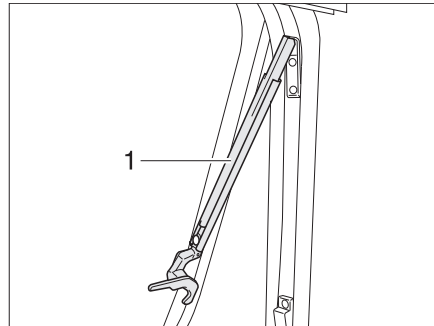

Bild 72 Överkantshängt fönster med automatik-spärrar, öppet
- Öppna det överkantshängda fönstret till önskat läge. Automatik-spärren (Bild 72,1) hakar fast automatiskt.